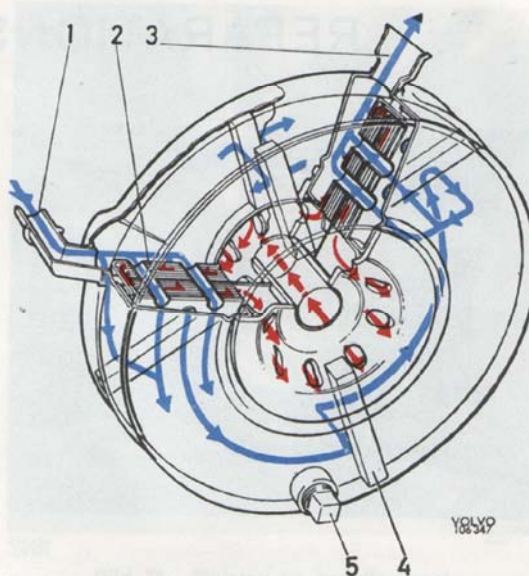

Bild 67. Oljekylare
B 20 E och B 30 E, fr.o.m. 1972 t.o.m. 1973 års modeller, är utrustade med oljekylare för motoroljan. (På EEC-marknaden även B 20 F, B 30 A och F). Oljekylaren (bild 67) är monterad mellan oljefiltret och cylinderblocket och består av en inre del för oljan, omsluten av en kylmantel. Motorns kylvätska leds genom kylmanteln. Då oljan på väg till renaren passerar oljekylaren bortleds en del av oljans värme med kylvätskan. Kylvätskan kan inte gå den närmaste vägen från inloppet (1) till utloppet (3) utan tvingas att gå i sicksack och runt kylaren som de blå pilarna visar. Ett antal gummitätningar (4) tvingar vätskan att gå denna bestämda väg.